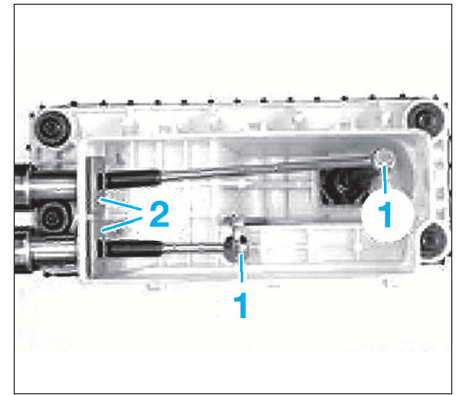

FIG. 12
- Décrocher les câbles (1) (Fig.12) à l'aide d'une pince appropriée.
- Déposer les clips (2) et sortir les câbles.